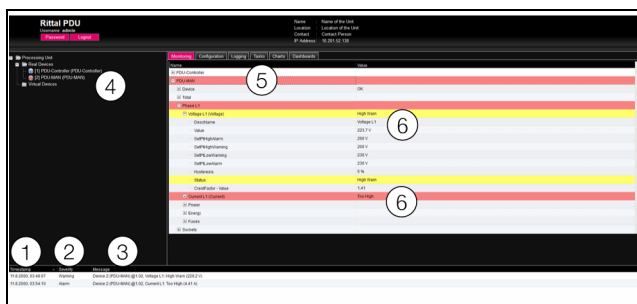

Abb. 24: Aufbau der Meldungsanzeige
1. Timestamp: Datum und Uhrzeit, wann der Fehler aufgetreten ist (Abb. 24, Pos. 1).
2. Severity: Schwere des aufgetretenen Fehlers. Es wird unterschieden zwischen Warnungen („Warning“) und Alarmen („Alarm“) (Abb. 24, Pos. 2).
3. Message: Fehlermeldung im Klartext (Abb. 24, Pos. 3).
- Linker Bereich (Navigationsbereich): Das Symbol vor der Komponente, an der der Fehler aufgetreten ist, wird im Navigationsbereich bei einer Alarmmeldung rot, bei einer Warnmeldung gelb eingefärbt (Abb. 24, Pos. 4).
- Rechter Bereich (Konfigurationsbereich): Auf der Registerkarte **Monitoring** wird die gesamte Komponente sowie der spezielle Parameter, für den die Warnung bzw. der Alarm anliegt, rot bzw. gelb eingefärbt (Abb. 24, Pos. 5 und 6).